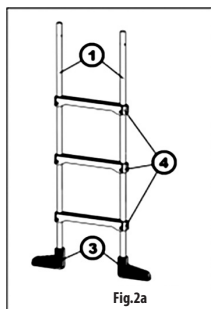
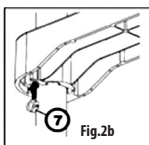
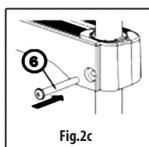

Fig. 2a
Fig. 2b
Fig. 2c
Introduisez toutes les marches en plastique (4) sur les deux paires de tubes (**Fig. 2a**) tout en respectant la même orientation de toutes les marches. Déplacez les marches sur les tubes de façon à ce que les trous pour les vis correspondent aux trous percés dans les tubes. Introduisez dans la rainure en bas l'écrou (7) (**Fig. 2b**) et vissez la marche (6) (**Fig. 2c**).